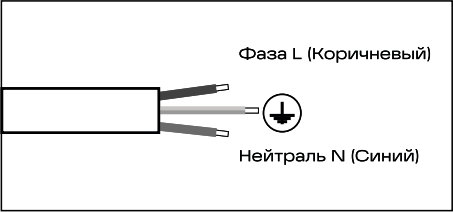

Рис. 4
- 5.12 Отключите питание и подключите кабель, выведенный из светильника согласно схеме на рис. 4